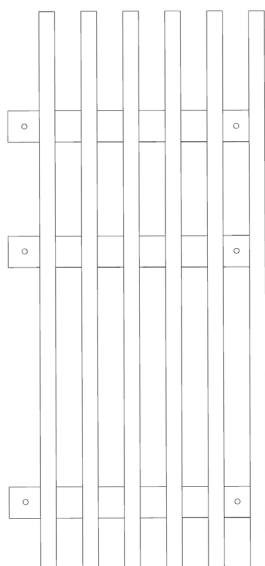

Figure 5. Pré-perçage des panneaux ELEMENT.
Pré-percer avec une mèche auto-fraiseuse les lames de bois de soutien de chaque panneau afin d'éviter le fendillement du bois et faciliter l'installation. Faites des trous sur une lame de soutien sur deux. Il est recommandé de pré-percer à deux (2) endroits sur chaque lame de soutien de chacun des panneaux (Fig. 5).